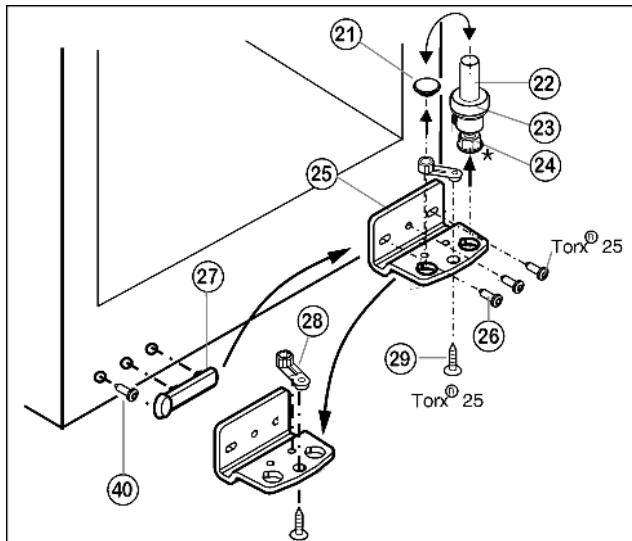

Fig. 5
- Извлеките опорный винт Fig. 5 (22) в комплекте с шайбой Fig. 5 (23) и регулируемой опорой* Fig. 5 (24), вытягивая его вверх.
- Снимите пробку Fig. 5 (21).
- Открутите Fig. 5 (26) опорный кронштейн Fig. 5 (25).
- Открутите Fig. 5 (29) опорную деталь Fig. 5 (28) и, переставив в отверстие на противоположной стороне опорного кронштейна, снова прикрутите.
- Осторожно снимите и переставьте на противоположную сторону крышку со стороны ручки Fig. 5 (27) и винт () .
- Снова прикрутите опорный кронштейн Fig. 5 (25) на новой стороне шарнира (**с моментом 4 Нм**). При необходимости используйте аккумуляторный шуруповерт.
- Переставьте пробку Fig. 5 (21) в свободное отверстие.
- Вновь установите опорный винт Fig. 5 (22) в комплекте с шайбой и регулируемой опорой*. При этом фиксатор должен быть направлен назад.
- Установите дверцу сверху на нижний опорный палец Fig. 5 (22).
- При необходимости выровняйте дверцы через два продольных паза в нижнем опорном кронштейне Fig. 5 (25) параллельно корпусу устройства. Для этого выкрутите средний винт.